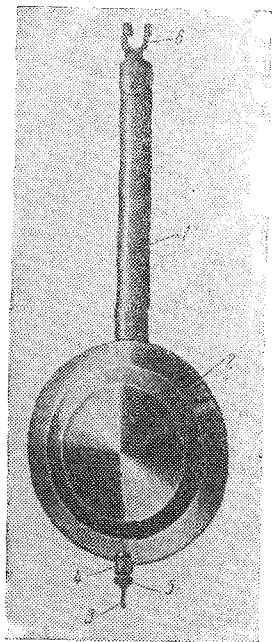

Рис. 39. Маятник:
**Маятник** (рис. 39) состоит из деревянного стержня 1, пропитанного лаком; груза-линзы 2, изготовленной из металла и отникелированной; металлического стержня 3 с резьбой, прикрепленного внизу деревянного стержня; наконечника 4, одетого на металлический стержень для поддержки линзы; гайки 5 для за-